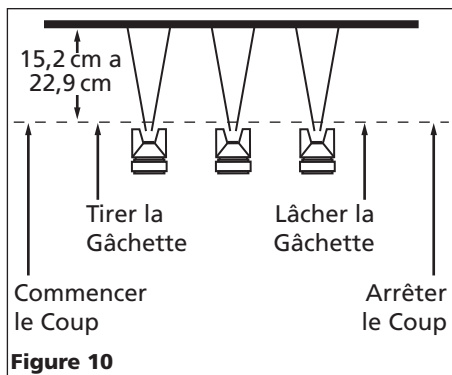

Figure 10
- Tirer correctement sur la gâchette. Commencer le mouvement au début du coup **AVANT DE TIRER SUR LA GÂCHETTE** et la relâcher **AVANT D'ARRÊTER LE MOUVEMENT** à la fin du coup. Cette procédure mélangera chaque coup avec le prochain sans avoir l'apparition de chevauchement ou d'inégalités (Voir Figure 10).